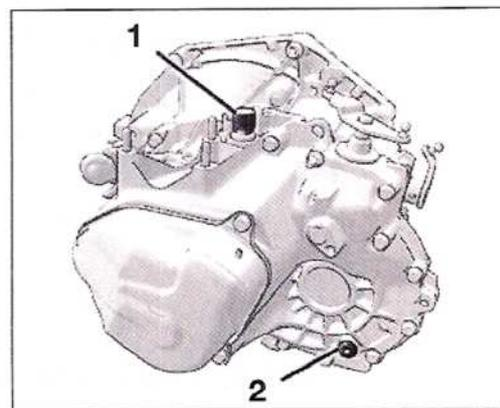

FIG. 12
- Desmontar el tapón (2) para efectuar el vaciado (Fig.12).